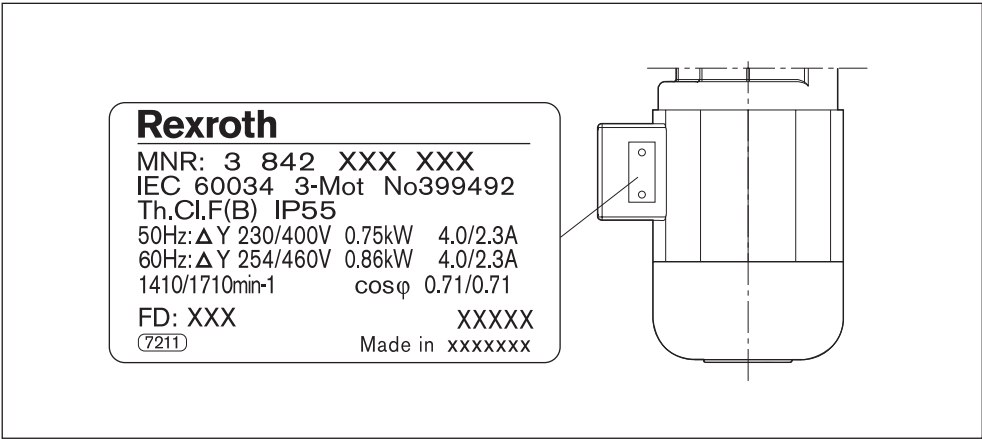

Fig. 182 : Plaque signalétique du moteur (exemple)
- ▶ Raccorder le moteur soit en étoile, soit en triangle suivant les schémas de raccordement (voir Fig. 182 page 192, et le schéma de raccordement dans le bornier de connexion).